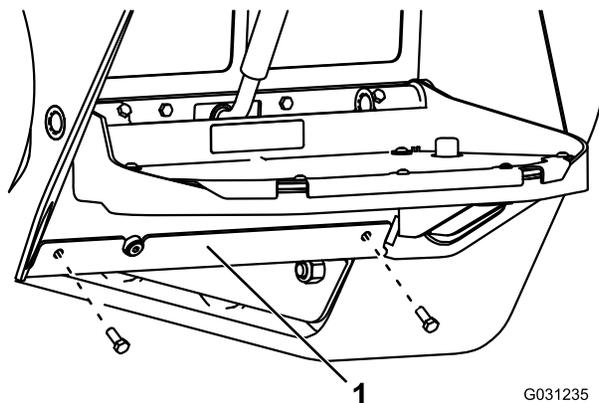

図 75
4. ボトムプレートを固定しているボルト2本を外してボトムプレートを外す 図 75。
8. ボトムプレートを取り付ける 図 75。